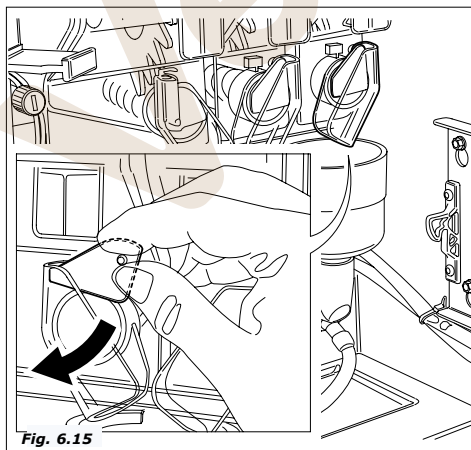

Fig. 6.15
- al completar la carga de agua, realizar un lavado de todas las batidoras para limpiar todos los conductos y eliminar eventuales residuos en la caldera (Fig.6.15).